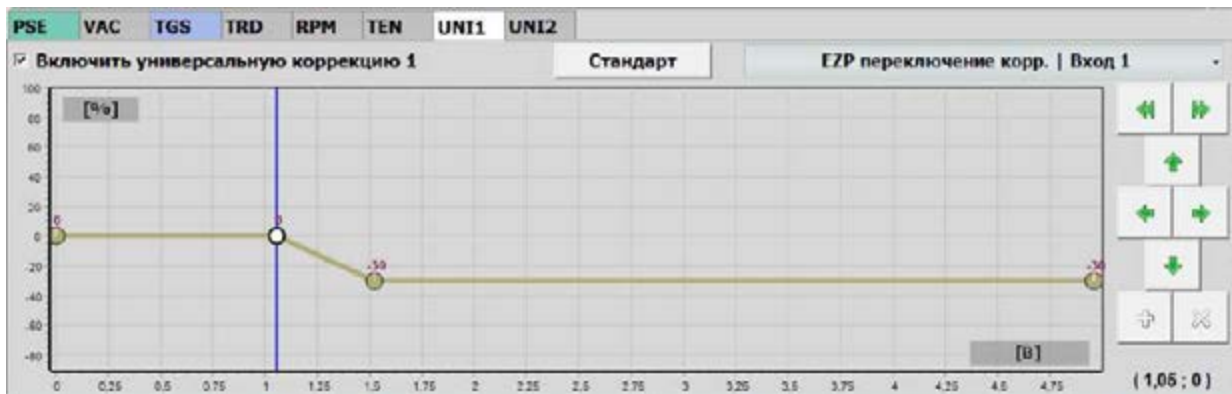

Рис. 2.89 Коррекция переключения для EZP
- Вторую точку можно перемещать только горизонтально, поправка для нее всегда будет 0%. Выберите ее местоположение так, чтобы значение давления при работе на бензине на XX находилось на точке 2 (см. Синюю вертикальную линию Рис. 2.89)